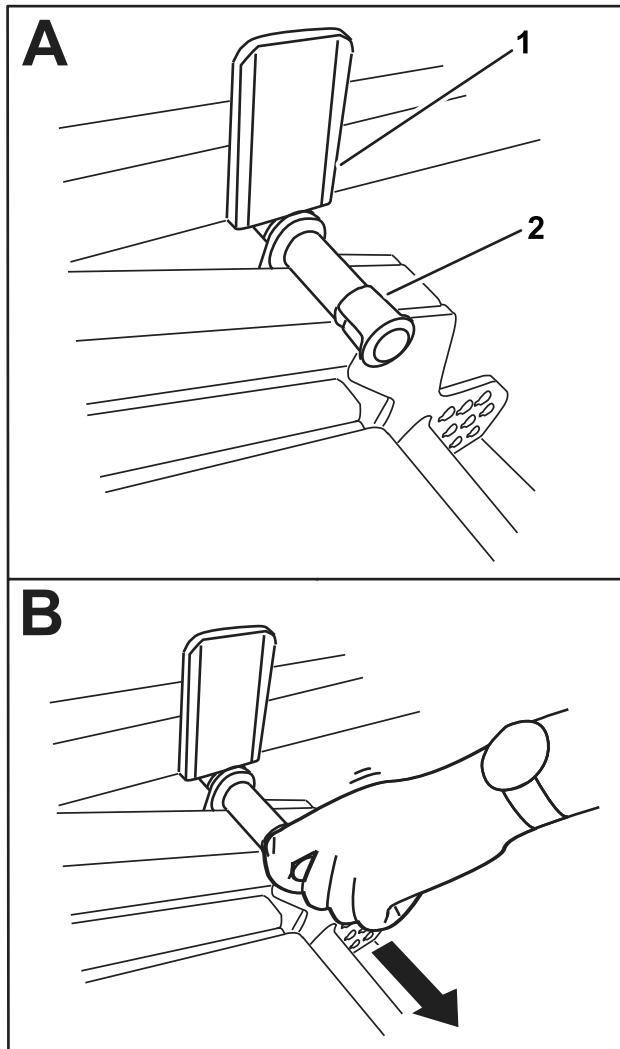

Figura 35
2. Gire la unidad de corte lentamente hacia abajo hasta que el pasador entre en contacto con la placa del brazo de elevación (A en la Figura 35).
3. Presione hacia abajo con el pie sobre la unidad de corte, luego tire hacia fuera del pasador (B en la Figura 35) para dejar que la unidad de corte se asiente en la posición de TRANSPORTE.